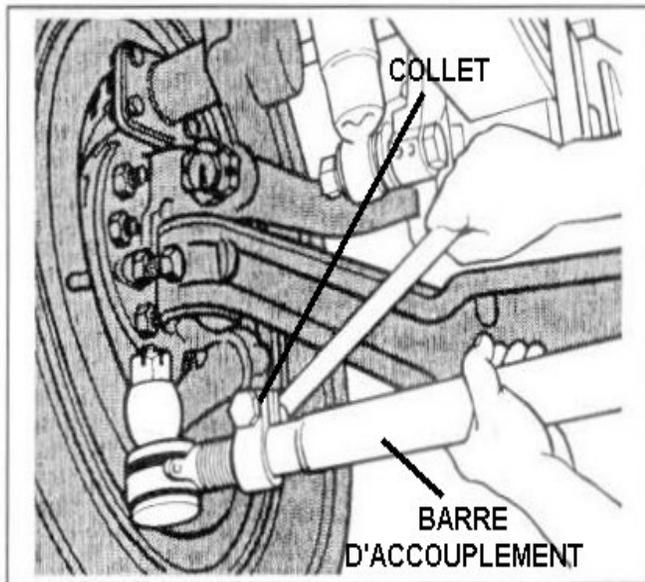

FIGURE 5. BARRE D'ACCOUPEMENT
13. Desserrer les collets de la barre d'accouplement et tourner la barre jusqu'à ce que les deux marques sur les pneus soient vis-à-vis les pointes. (fig. 5)